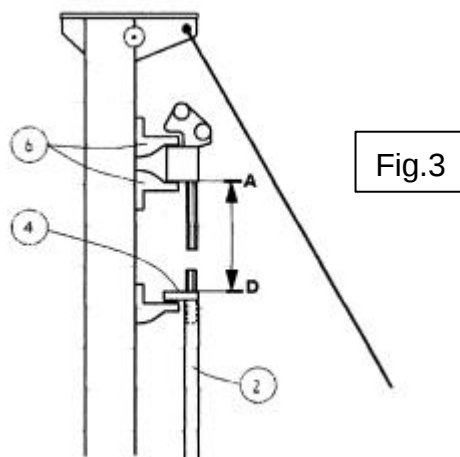

Fig.3
B - 6 lardons (7) pour la fixation des articulations d'extrémité (6) qui seront situées en partie haute des profils de guindant. Voir Fig.3